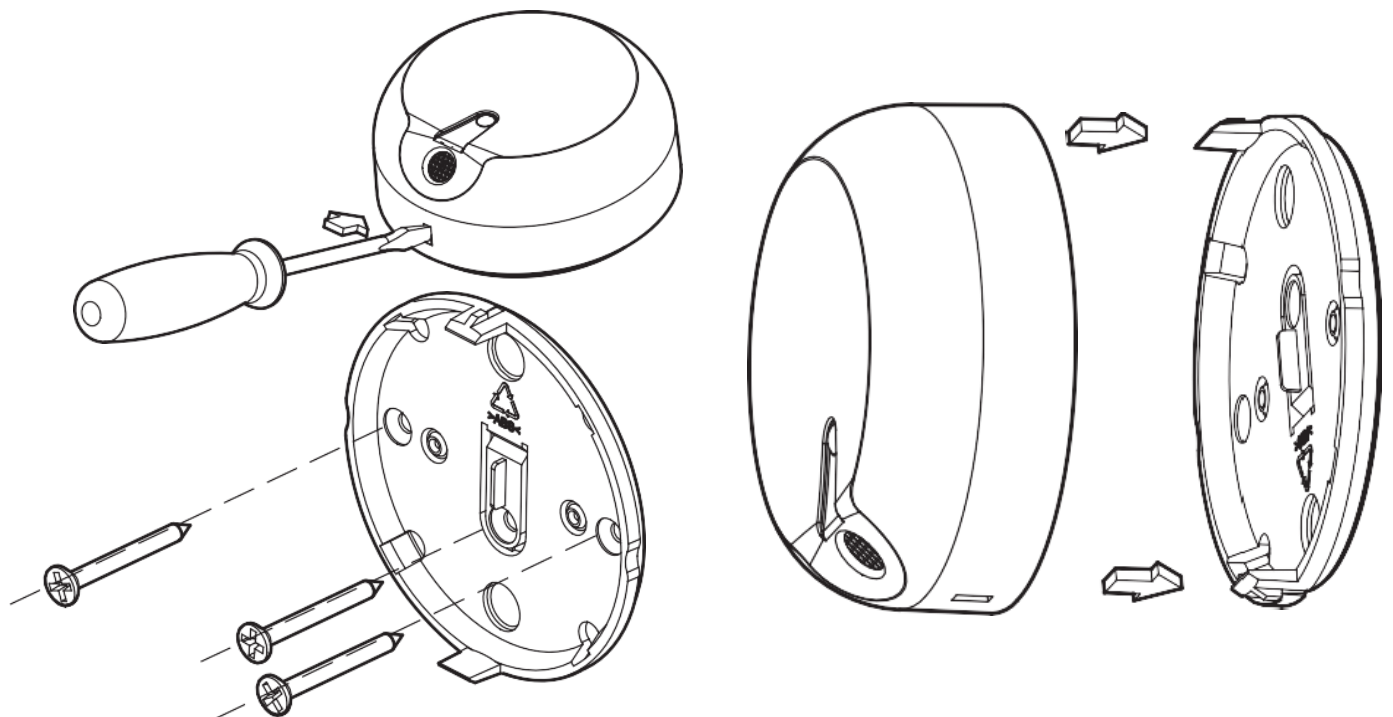

Рисунок 5
5.1. Снять крышку извещателя вместе с платой, вставив отвертку в паз крышки и надавив на зацеп (см. рис.5).
5.2. Произвести на поверхности разметку под крепеж и закрепить основание на поверхности с помощью шурупов, входящих в комплект поставки (см. рис.5).